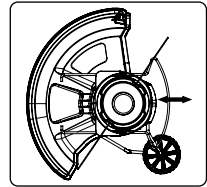

Рис. 14
- Надавите и закрепите ограничитель как на Рис. 14.